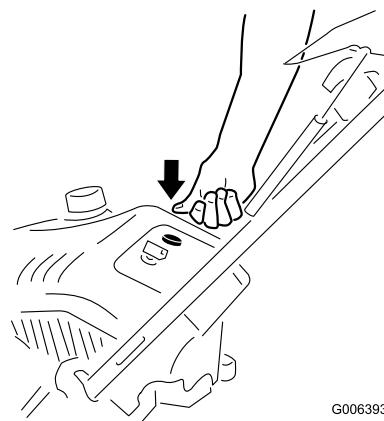
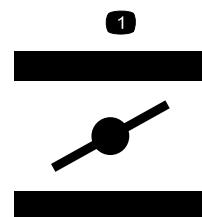

Рисунок 15
Рисунок 16
3. Резко нажмите 3 раза кнопку заливного насоса большим пальцем, каждый раз на секунду удерживая ее в нажатом состоянии перед отпусканием (Рисунок 15Рисунок 16).